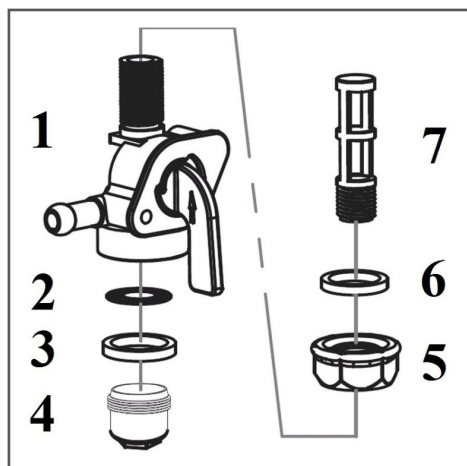

Рис. 18 Устройство топливного крана
- Ослабьте на 1 оборот затяжку контргайки 5, после чего выкрутите из топливного бака топливный кран в сборе (Рис. 18).
- Извлеките из корпуса 1 топливного крана уплотнительное кольцо 3 и элемент 2 фильтрующий сетчатый плоский (Рис. 18).
- Выкрутите из корпуса топливного крана элемент 7 фильтрующий сетчатый трубчатый (Рис. 18).